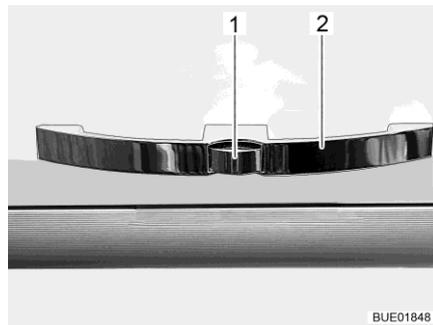

Fig. 49 Trampilla de muebles con tirador (ejemplo)
- Presionar el botón de desbloqueo (Fig. 49,1) en el tirador (Fig. 49,2) y mantenerlo presionado.